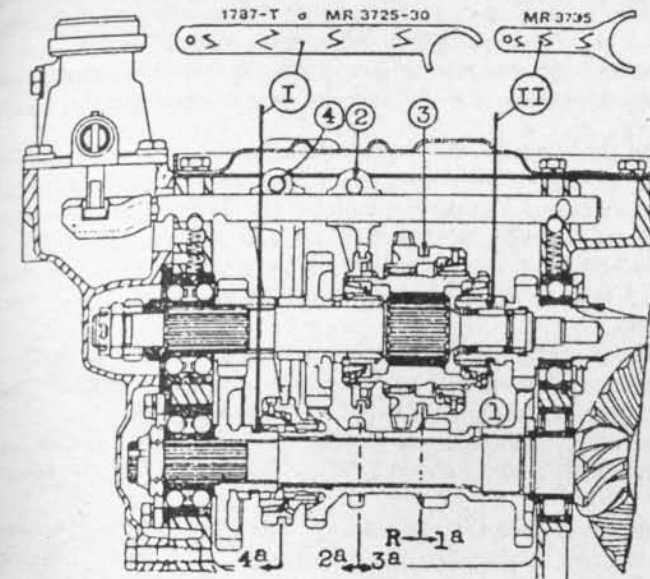

Fig. 5-8.— Regulación de horquillas de caja de cambios 2 y 3CV
a) **Regulación de horquilla de 2ª-3ª:** Colocar la sonda II sobre el anillo freno del sincronizador de 3ª (1) (Fig. 5-8) en el eje de mando. Correr el sincronizador hasta que tome contacto con la sonda y bloquear en este momento el tornillo de fijación de la horquilla (2).
b) **Regulación de horquilla de 1ª-R:** Correr el sincronizador de 1ª-R (3) hasta que los dientes interiores de éste se encuentren sobre la parte rectificada del sincronizador de 2ª-3ª. Apretar el tornillo de fijación de esta horquilla, dejando que se vea aproximadamente 1 mm. de este sector rectificado.
c) **Regulación de horquilla de 4ª:** Poner la sonda I sobre el anillo de freno del sincronizador de 4ª; luego, llevar con la horquilla el sincronizador hasta que se apoye suavemente contra la sonda y bloquear el tornillo (4) de esa horquilla.